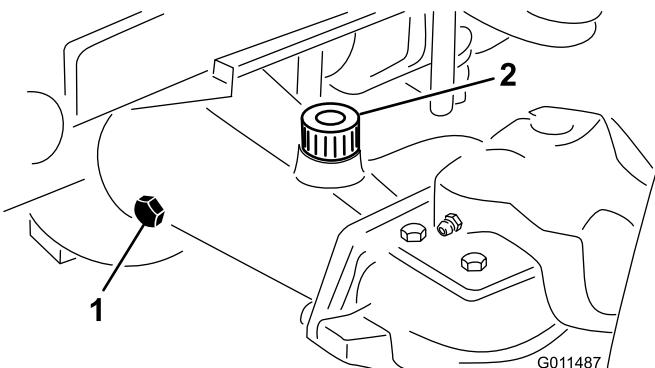

Figura 13
2. Retire o tampão de verificação que se encontra numa das extremidades do eixo (Figura 13) e certifique-se de que existe lubrificante até ao fundo do orifício. Se o nível estiver baixo, retire o tampão de enchimento (Figura 13) e adicione lubrificante suficiente para o nível de lubrificante subir até ao fundo do orifício do tampão de verificação.